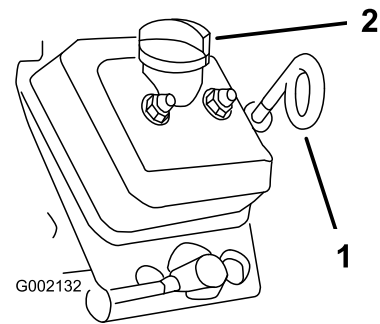

Figura 33
3. Utilize um pano para limpar em redor da vareta de óleo e tampão de enchimento (Figura 33) de forma a que a sujidade não caia no tubo da vareta ou no tubo de enchimento e danifique o motor.
4. Remova a vareta e limpe-a com um pano (Figura 33).
5. Coloque a vareta no tubo e verifique se fica completamente introduzida (Figura 33).
8. Volte a colocar o tampão de enchimento (Figura 33).
9. Insira a vareta do óleo e coloque-a com firmeza (Figura 33).